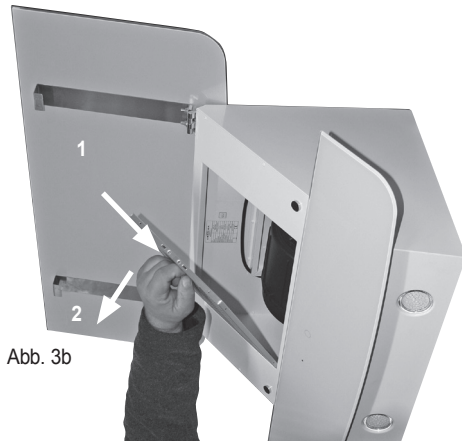

Abb. 3b
Der Metallfettfilter ist jetzt sichtbar und zugänglich. Griffleiste leicht nach links drücken (1), anschließend Metallfettfilter herausklappen und schräg nach vorne herausziehen (2) (Abb. 3b).